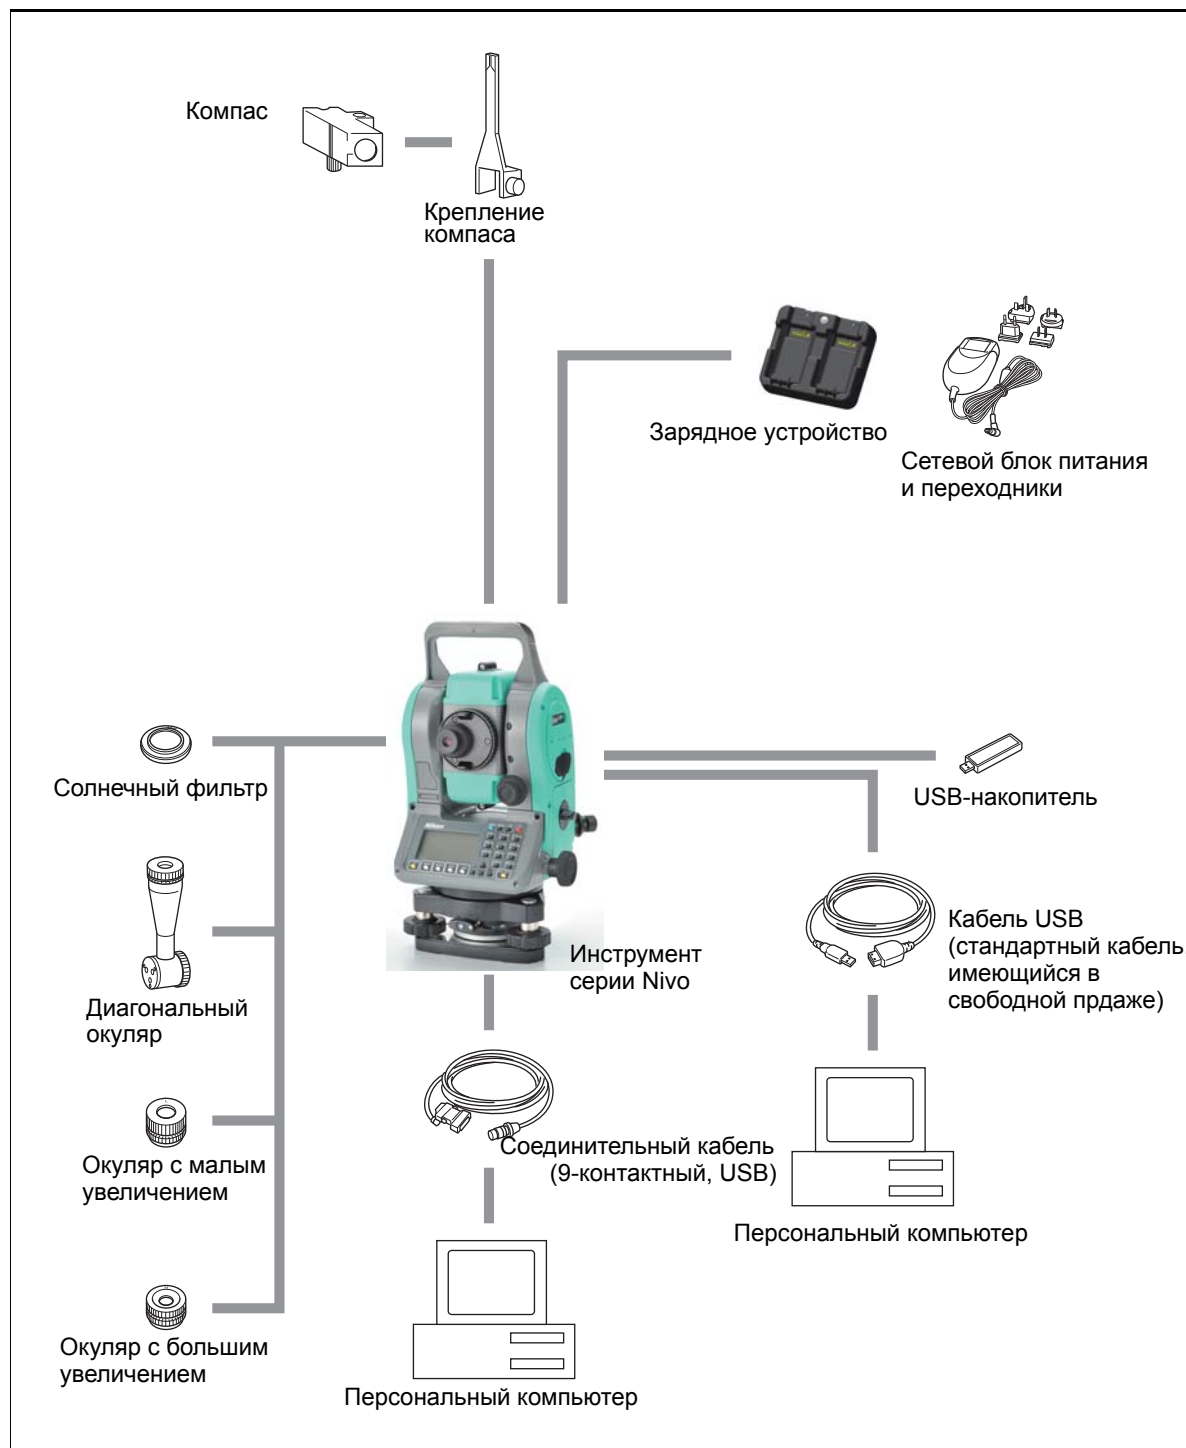

Рисунок 8.1 Компоненты измерительной системы
**ПРЕДОСТЕРЕЖЕНИЕ** – Соединения, не показанные на Рис. 8.1 на стр. 166 являются опасными для соединяемых приборов, используйте их на свой собственный риск.